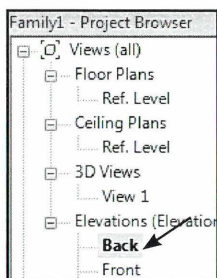

Fig. 05.02. Project Browser.
- Stå i *Back* i *Project Browseren* (Fig. 05.02).